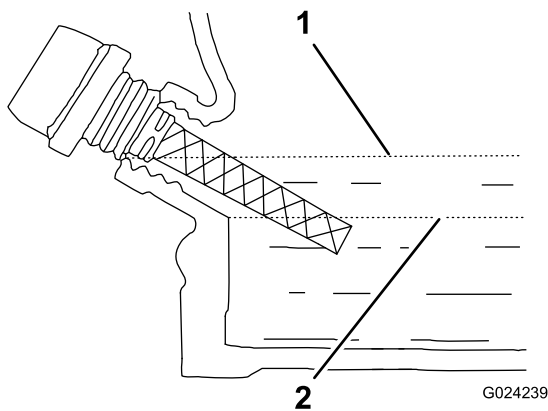

Figure 18
**Remarque:** Si le niveau d'huile est près ou en dessous du repère inférieur sur la jauge, ajoutez une quantité suffisante d'huile pour faire monter le niveau jusqu'au repère supérieur (bord inférieur de l'orifice de remplissage) ; voir Figure 18. Vérifiez à nouveau le niveau d'huile. Ne remplissez pas le carter moteur excessivement.